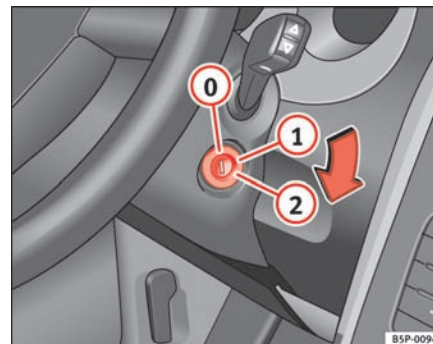

Fig. 130 Tændingsnøglens stillinger
I stillingen ⇒ fig. 130 er tændingen afbrudt og motoren standset, og rattet kan være låst.
- Drej tændingsnøglen til stilling ⇒ side 157, fig. 130 ①. Indikatorlampen  lyser under motorforvarmningen.
- Når advarselsskærmen slukker, skal du dreje nøglen til stilling ② for at starte motoren. Giv ikke gas.
- Drej tændingsnøglen til position ⇒ side 157, fig. 130 .